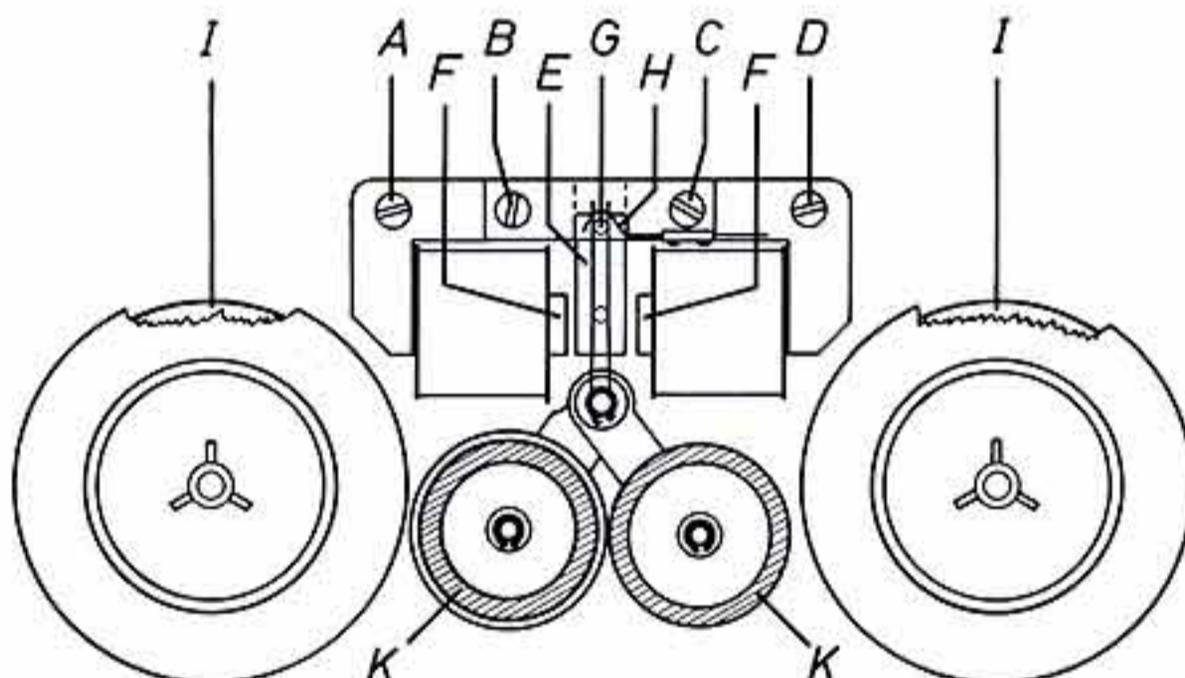

Abb. 10
1.7 Schneller Vor- und Rücklauf (siehe Abb. 10)